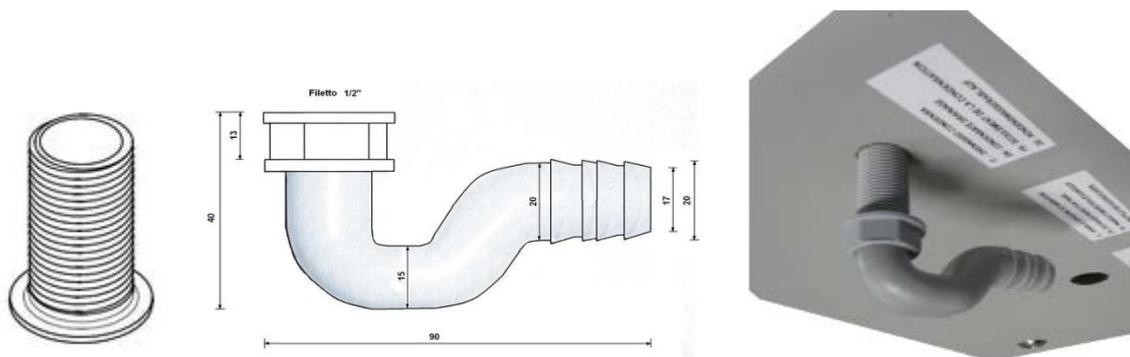
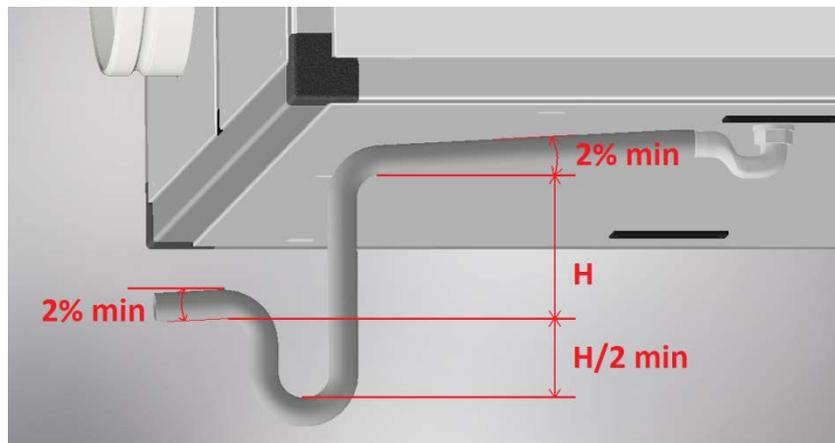

Figura 4 - Immagine del kit di scarico condensa e foto del montaggio sull'unità (è possibile tagliare il tubetto filettato a misura in modo che sporga meno)
Figura 5 - Altezza del sifone di scarico condensa ( $H + H/2 + \varnothing\text{tubo}$ )
- Installare un adeguato sifone di scarico condensa il più vicino possibile all'unità: in dotazione è fornito un piccolo sifone (vedi Figura 4), il quale ha più una funzione di raccordo che di sifone vero e proprio. Infatti per evitare il risucchio d'aria e quindi il corretto scarico della condensa, è necessario installare/realizzare un sifone con altezza minima come indicato in Tabella 1 e Figura 5; l'altezza (H) minima è calcolata tenendo conto delle condizioni di lavoro standard dell'unità, mentre l'altezza ottimale considera la prevalenza totale del ventilatore (quindi permette un corretto scarico condensa in qualsiasi condizione).